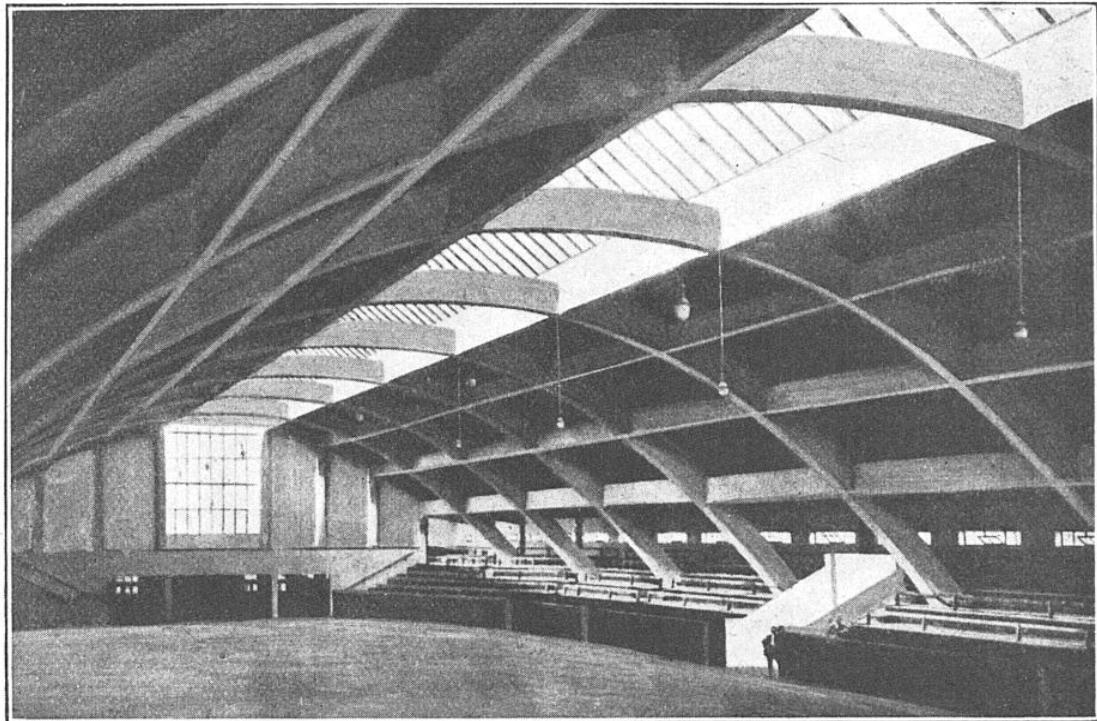
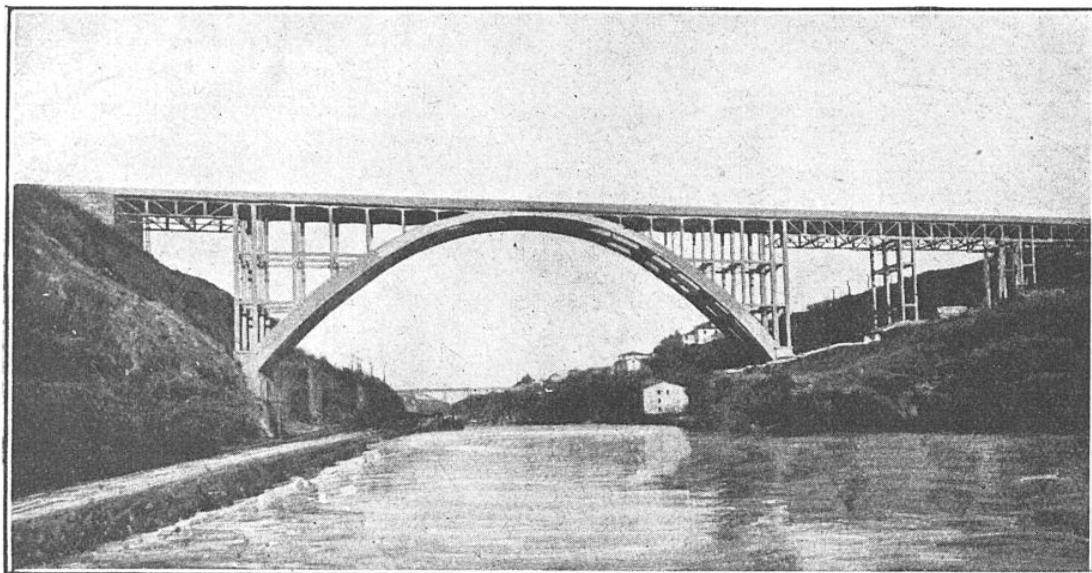

FIG. 7. — VUE INTÉRIEURE DU HALL DU MARCHÉ AUX BESTIAUX DE MAGDEBOURG (ALLEMAGNE) ENTIEREMENT CONSTRUIT EN BÉTON ARMÉ
FIG. 8. — PONT SUR L'ADDA, ROUTE DE MILAN A BERGAME (ITALIE), EN BÉTON ARMÉ
Heureusement, l'ingénieur a déjà réalisé avec le nouveau matériau des choses incontestablement belles. Dans l'élégante nudité de leurs formes calculées mathématiquement, de grands hangars sont beaux (1) (fig. 7), comme le sont beaucoup de ponts (2), de halls en béton armé (fig. 8). Et l'on construit, surtout dans les régions de l'Eu-
(1) Voir *La Science et la Vie*, n° 68, page 103.
(2) Voir *La Science et la Vie*, n° 135, page 234.